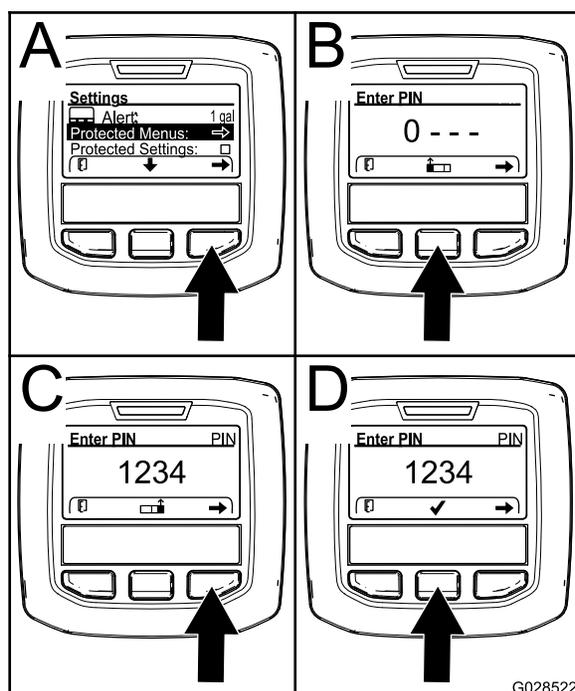

Рисунок 24
3. Нажмите правую кнопку выбора, чтобы выбрать Protected Menus (Защищенные меню) (A на Рисунок 24).
- Нажмите среднюю кнопку выбора (B на Рисунок 24), чтобы увеличить цифровое значение (от 0 до 9)..
- Нажмите правую кнопку выбора (C на Рисунок 24), чтобы переместить курсор на позицию следующей цифры вправо.
Примечание: Над средней кнопкой выбора (D на Рисунок 24) появится значок с галочкой.
- Нажмите среднюю кнопку выбора (D на Рисунок 24), чтобы ввести пароль.